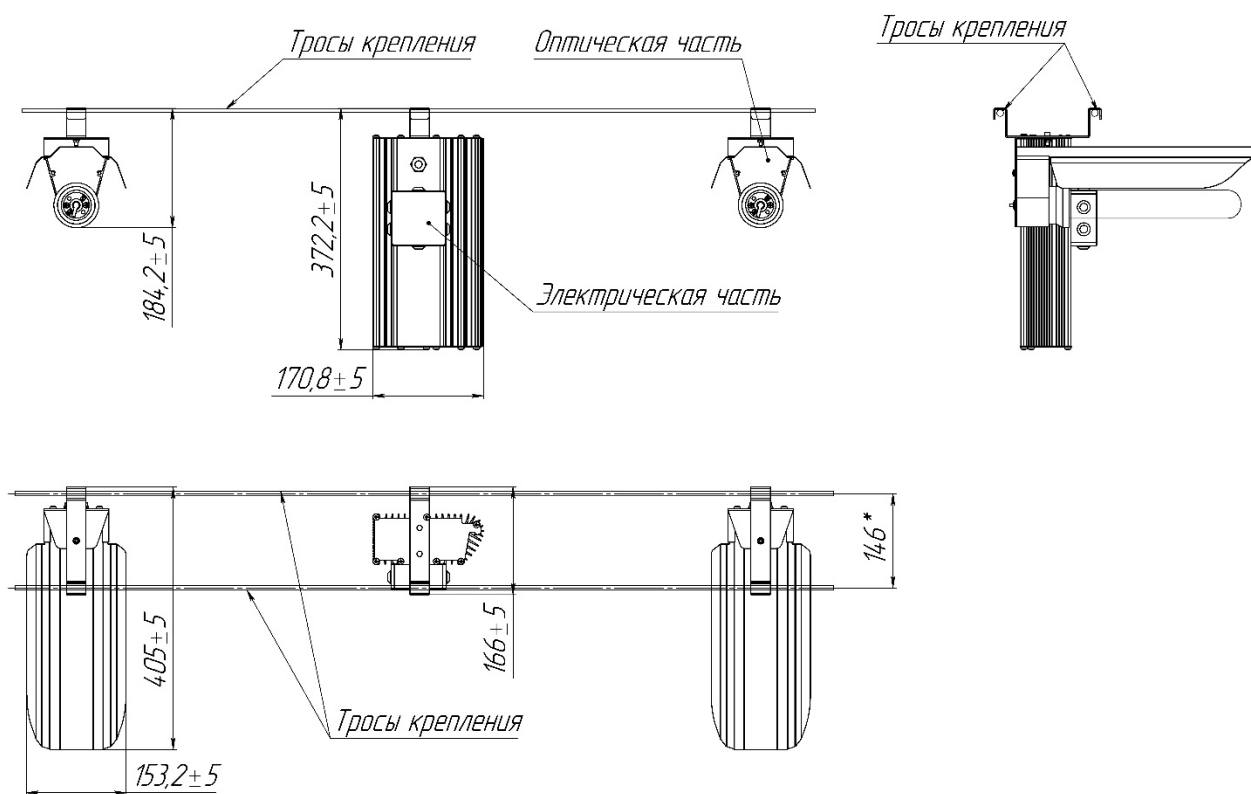

Рис.1
2.2 Габаритные и присоединительные размеры светильника ЖСП 64-2х600-002 Р без лампы приведены на Рис.1.
7.2 Установите крючки подвеса согласно Рис.1;